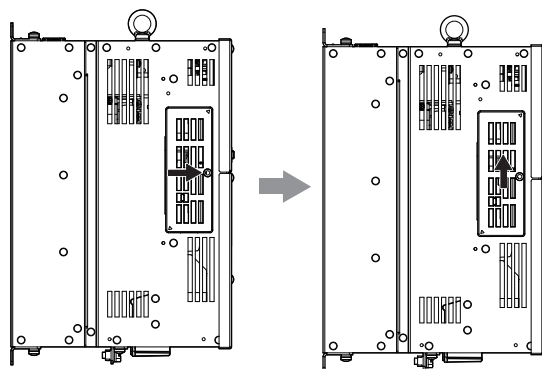

Figura 4.35 Deslizar la cubierta del conector CN19
2. Deslice la cubierta del conector CN19 desde el variador como se muestra en la Figura 4.35.